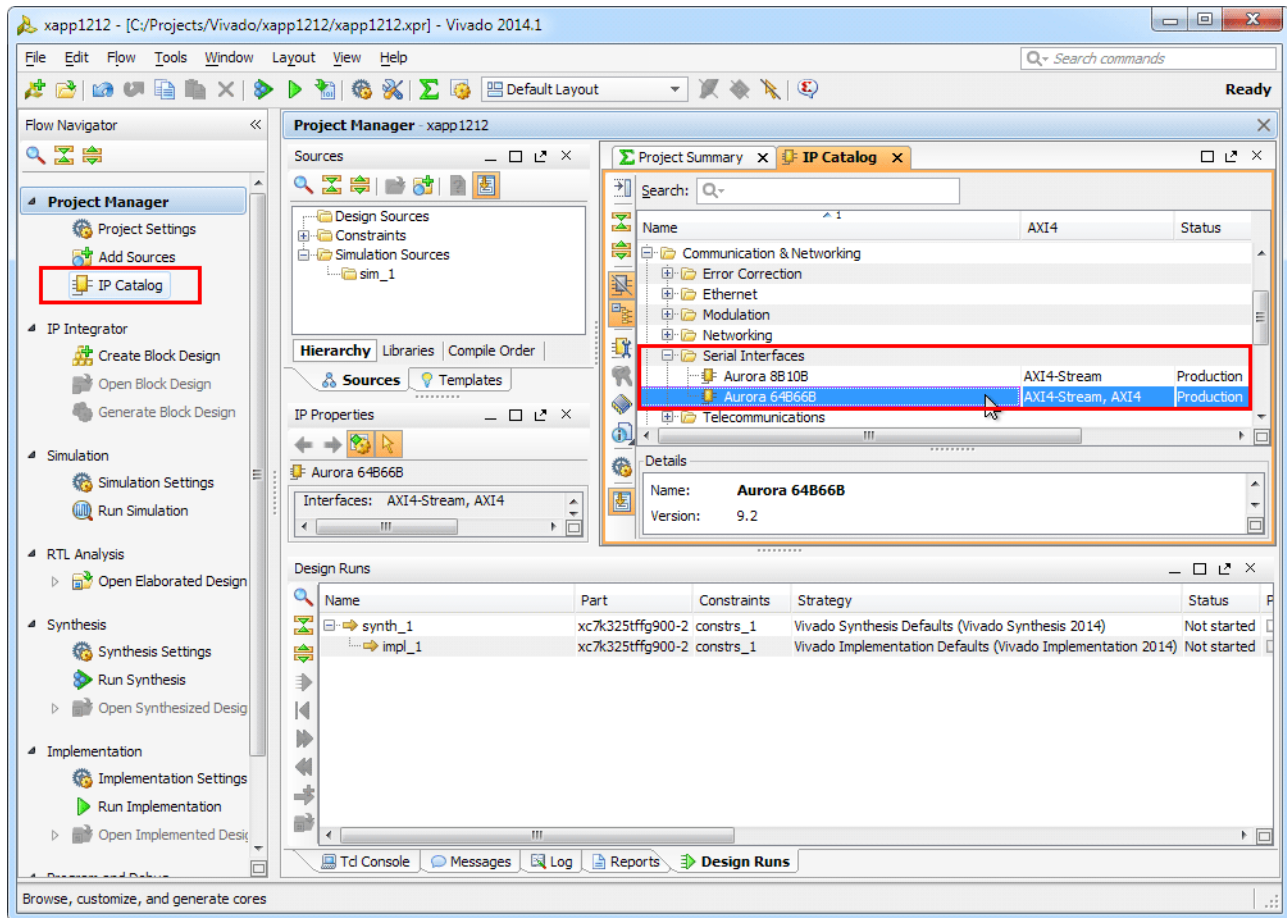

図 6 : Vivado IP カタログの Aurora 64B/66B コア
7. Flow Navigator の [Project Manager] 下にある [IP catalog] をクリックし、「Aurora 64B66B」を検索します。Aurora コアは、[Communication & Networking] → [Serial Interfaces] の下にあります (図 6)。